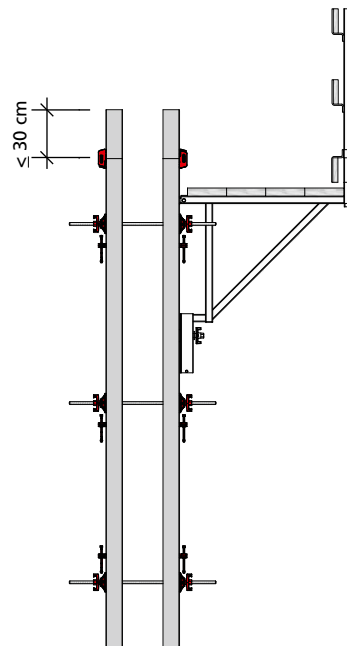
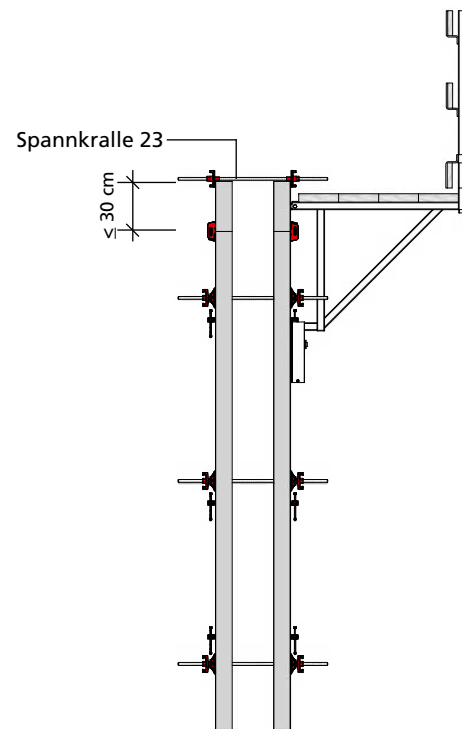

Abb. 34.3
Abb. 34.4
■ Bei Elementbreiten bis 30 cm müssen die oberen Ankerstellen nur dann ausgebildet werden, wenn die Laufkonsole 90 im Aufstockelement angebracht wird (Abb. 34.3 und 34.4). Es besteht auch die Möglichkeit, über dem Element mit der Spannkralle 23 und Flanschmuttern 100 zu ankern (Abb. 34.4).